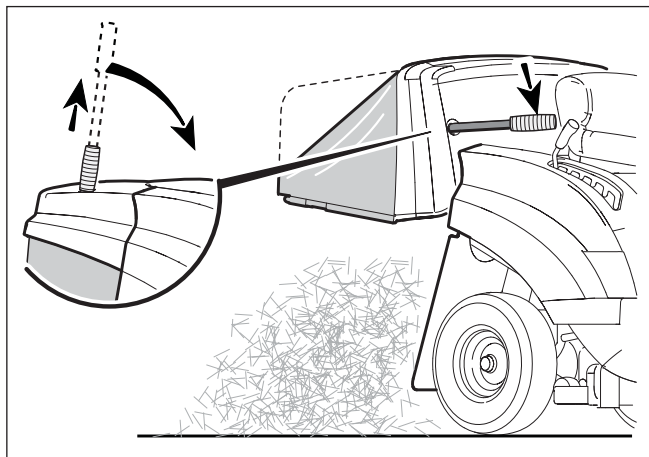

Figuur 16
1. Beweeg de hendel van het hefsysteem naar voren om het maaidek te laten zakken en naar achteren om het maaidek omhoog te brengen (zie Figuur 16).
2. Breng de hendel van het hefsysteem omhoog tot de hoogste stand (zie **Figuur 16**).
2. Zet de hendel in de stand die overeenstemt met de gewenste maaihoogte (zie **Figuur 16**). Als u lang of dik gras moet maaien, maait u het gras eerst in de hoogste stand om het maaidek vervolgens tot een lagere stand te laten zakken.